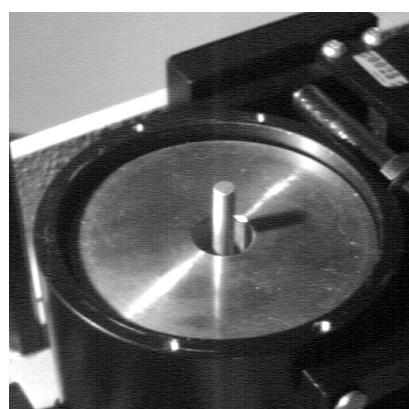
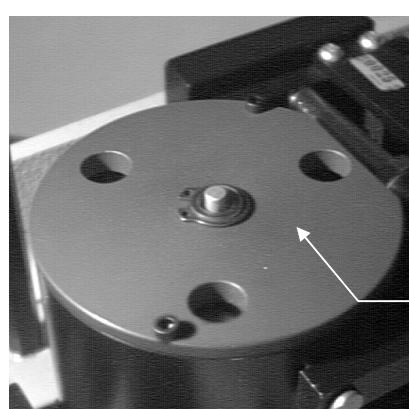

Рис. 11-7 Грузики, вставленные в селектор
Рис. 11-8 Закрытие селектора
После вставки, грузики должны выглядеть как показано на Рис. 11-7. В этой точке, установите крышку, как показано на Рис. 11-8, поместите ее в правильное положение, и прикрепите ее, используя два винта, которые были предварительно удалены.Как показано на Рис. 11-8, верхний конец штока грузиков должен быть вставлен во втулку N, размещенную в центре крышки.
Для включения инструмента нажмите коленчатый переключатель ([38] на Рис. 11-5) расположенный на задней части консоли инструмента рядом со разъемом подключения сетевого кабеля. Режим включения (ON) будет отмечен красным светодиодным индикатором на передней стенке консоли. Вы также можете включить цифровой микрометрический винт нажав кнопку [56] на рис. 11.8 (только для AC Plus). Затем включите компьютер и монитор, после этого стартует операционная система.